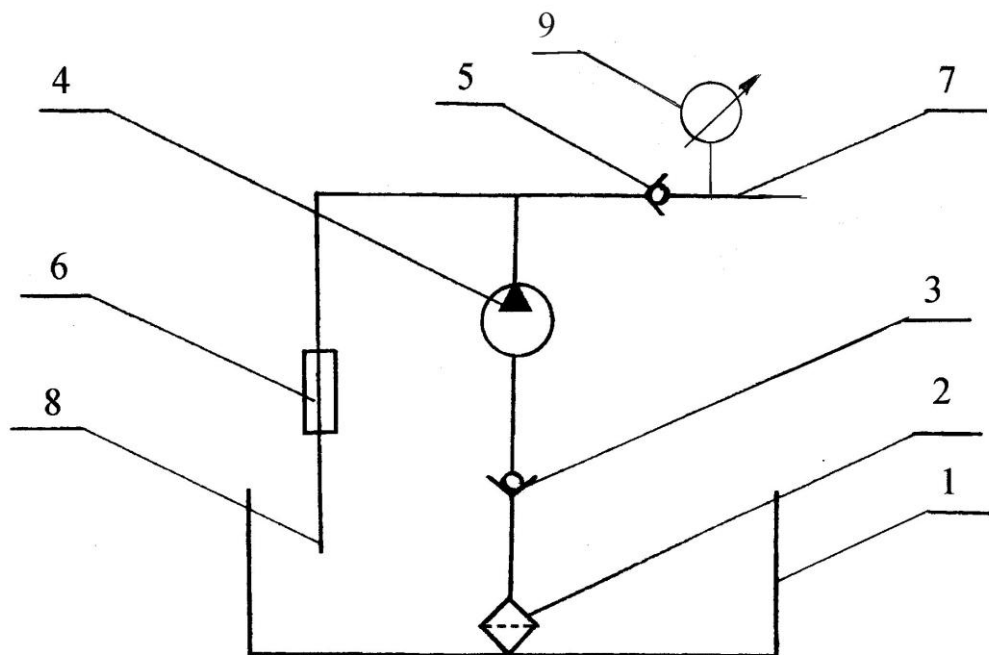

Рис. 1
4.1. Насос для гидроиспытаний ручной НЬЮТОН НТН 60Р (см. рис.1) состоит из бака 1, в верхней плоскости которого установлен насос 4, в корпусе насоса находится плунжер, который шарнирно соединен с приводным рычагом. Насос снабжен всасывающим клапаном 3, нагнетательным клапаном 5 и дренажным вентилем 6 для сброса давления в системе. В нижнюю часть насоса ввернута трубка с заборным фильтром 2. Принцип работы насоса заключается в том, что при качании приводного рычага плунжеру сообщается возвратно-поступательное движение. Происходит всасывание рабочей жидкости из бака и подача на испытуемый объект по нагнетательному трубопроводу 7. Давление рабочей жидкости контролируется манометром 9.